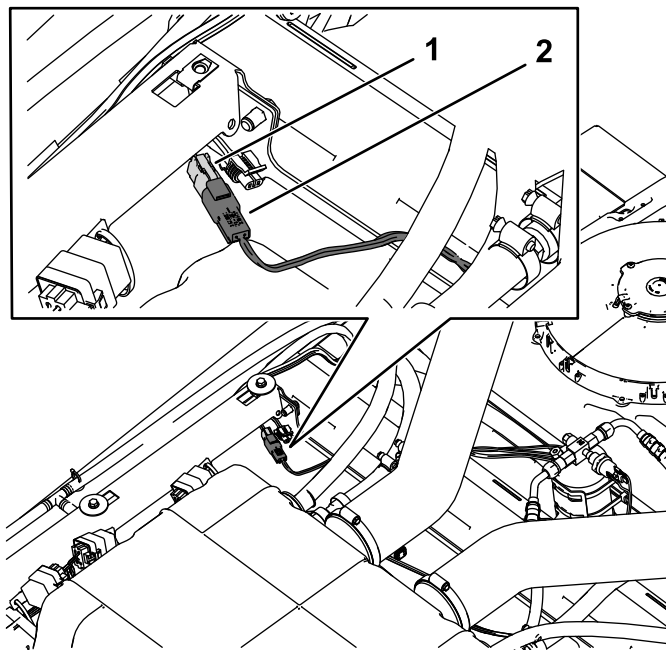

Figur 1
1. Ta bort hyttaket enligt Figur 1.